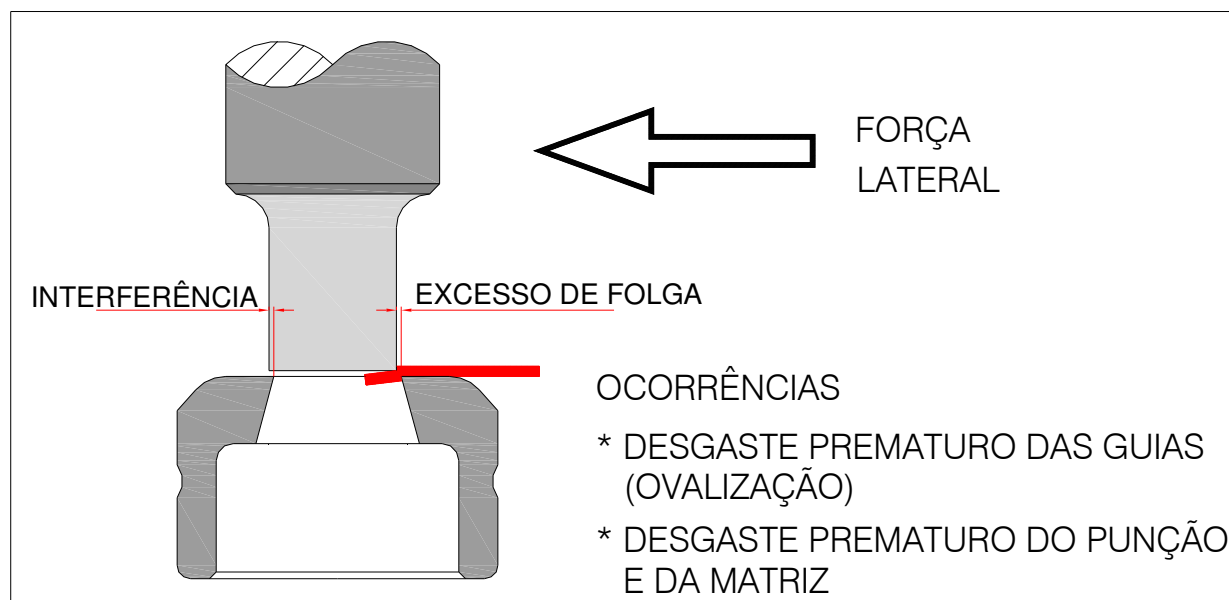

FIGURA 15
- ❑ O corte de chapas (nible) causa uma compensação em um dos lados do punção (força lateral), ocasionando um desgaste adicional. Este princípio está ilustrado na figura 15.
(Figura 15) Problemas de compensação em um dos lados do punção durante operações de corte de chapas.